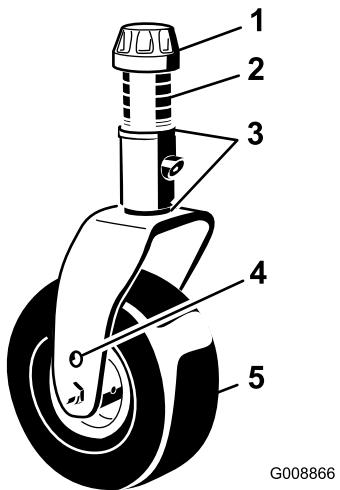

Рисунок 5
2. Поместите оси поворотных колес в одинаковые отверстия в обеих поворотных вилках. Для определения правильных отверстий в зависимости от настройки высоты см. Рисунок 5.
3. Снимите колпачковую гайку с вала шпинделя и извлеките шпиндель из рычага поворотного колеса (Рисунок 5). Поместите на вал шпинделя две регулировочные прокладки (3 мм), как они были установлены первоначально. Эти регулировочные прокладки необходимы для обеспечения одинакового уровня по всей ширине режущих блоков. Наденьте на вал шпинделя нужное число проставок толщиной 13 мм для получения требуемой высоты скашивания; затем наденьте шайбу на вал.